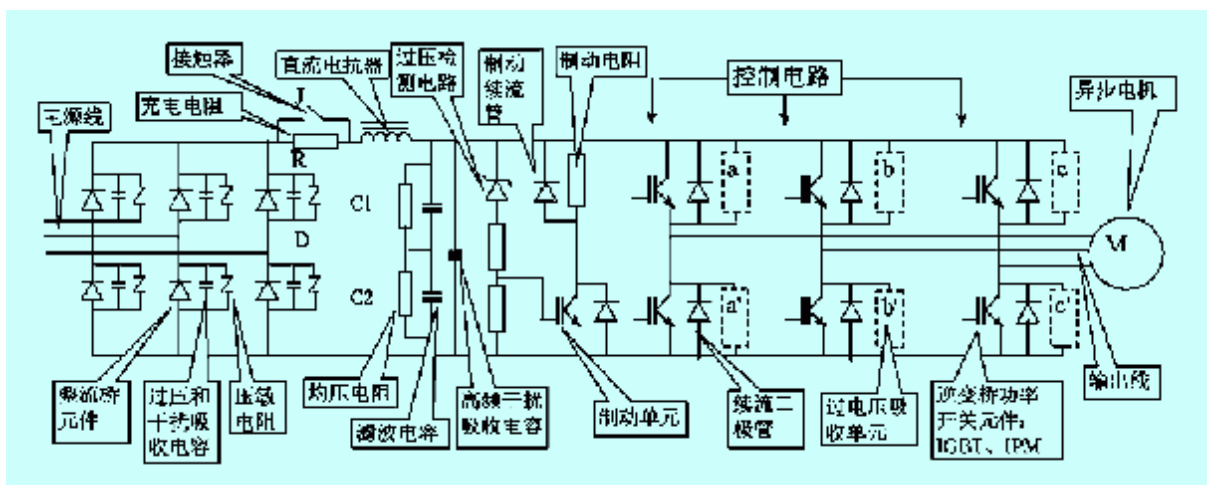

图 10-2 变频器主回路各易损坏元器件的位置
- (1) 器件本身质量不好。
- (2) 外部负载有严重过流、不平衡、电机某相绕组对地短路、有一相绕组内部短路、负载机械卡住、相间击穿、输出电线有短路或对地短路。
- (3) 负载上接了电容、或因布线不当对地电容太大，使功率管有冲击电流。
- (4) 用户电网电压太高，或有较强的瞬间过电压，造成过压损坏。
- (5) 机内功率开关管的过压吸收电路有损坏，造成不能有效吸收过压而使 IGBT 损坏，如图 10-2 所示。
- (6) 滤波电容 C1、C2(图 10-2)因日久老化，容量减少或内部电感变大，对母线的过压吸收能力下降，造成母线上过电压太高而损坏 IGBT。正常运行时母线上的过电压是逆变开关元件脉冲关断时，母线回路的电感储能转变而来的。
- (1) 对于发生逆变桥模块炸毁、滤波电解电容发生爆炸等变频器后级发生严重过流短路的，都要检查是否累及接触器(见图 10-2)。常见的损坏有触头烧蚀、烧粘结，以及接触器塑料件烧变形。
- (2) 少数接触器会发生控制线包断线和完全不动作。